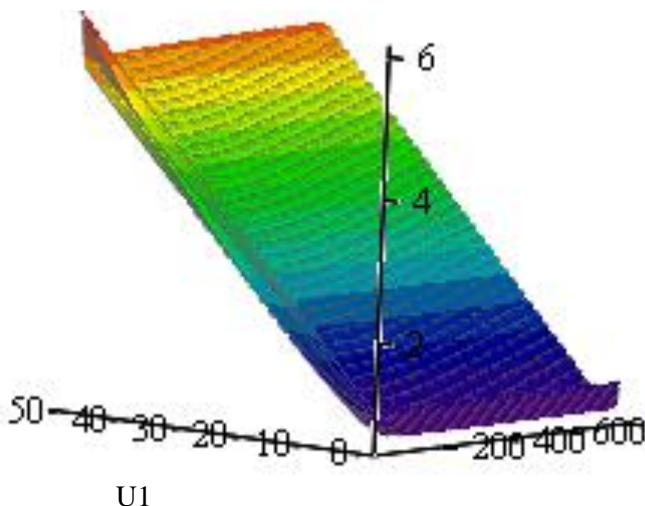

Рис. 11.2. Вид поверхности функции потерь
14. Построить трехмерную поверхность на основе полученных значений, отформатировать поверхность, задав на вкладке **Оформление (Appearance)** в области **Параметры заливки (Fill Options)** заливку контуров, а на вкладке **Специальная (Special)** в области **Параметры контура (Contour Options)** указать, что нужно провести заливку. Указать, что должна использоваться цветовая гамма **Радуга (Rainbow)** на вкладке **Дополнительные (Advanced)**. Диаграмма должна принять вид, представленный на рис. 11.2.